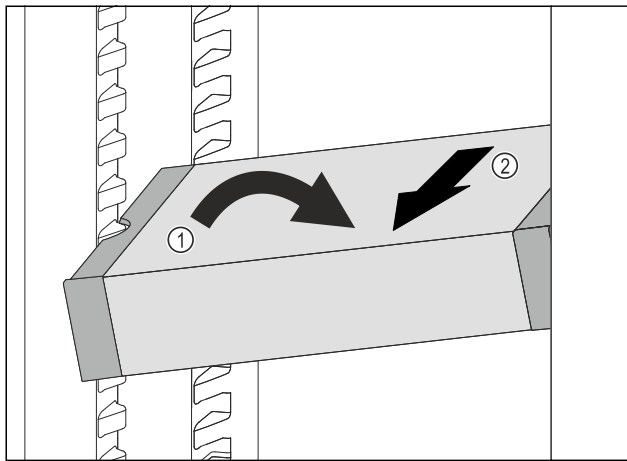

Fig. 129
- ▶ Ukosite ladicu VarioSafe u hladnjaku. Fig. 129 (1)
- ▶ Izvadite ladicu VarioSafe prema naprijed. Fig. 129 (2)